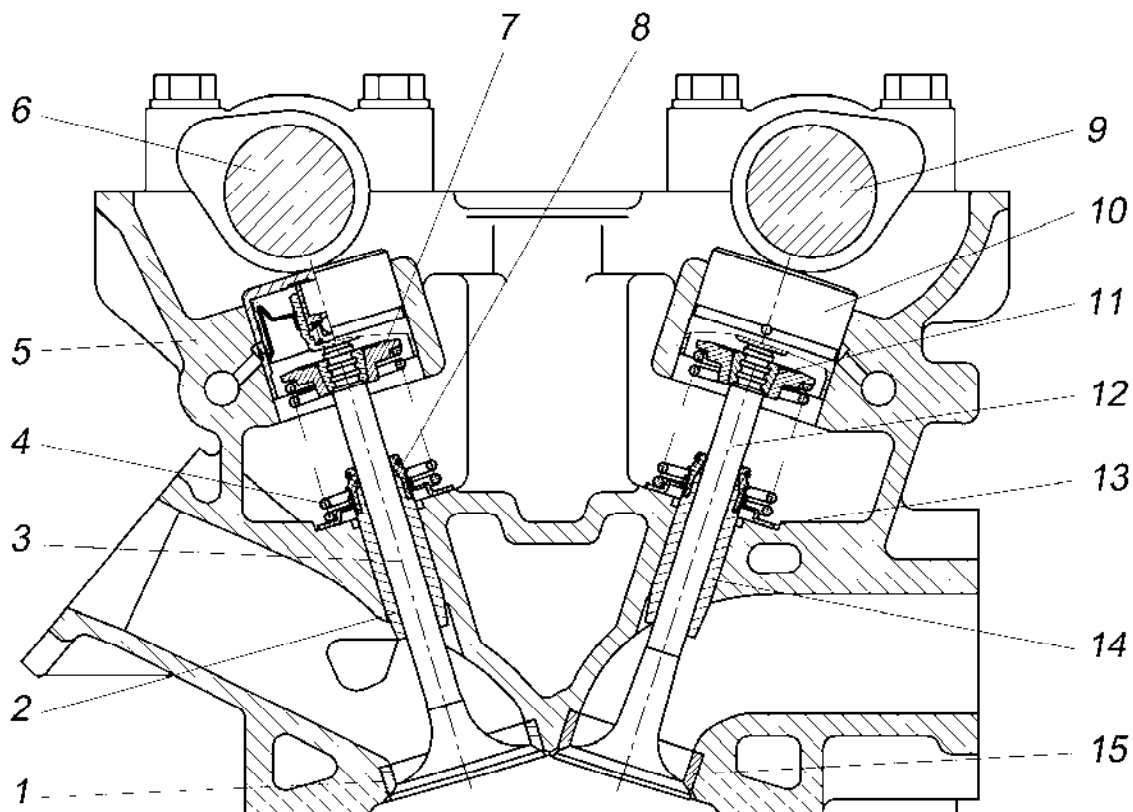

Рис.24. Привод клапанов:
**Привод клапанов** (рис.24) осуществляется двумя распределительными валами 6 и 9, расположенными в головке цилиндров 5. Кулачки распределительных валов действуют непосредственно на гидротолкатели 10, которые перемещаются в цилиндрических отверстиях головки цилиндров. Применение гидравлических толкателей в приводе клапанов исключает необходимость регулировки зазоров. В приводе применяется одна пружина на каждый клапан.